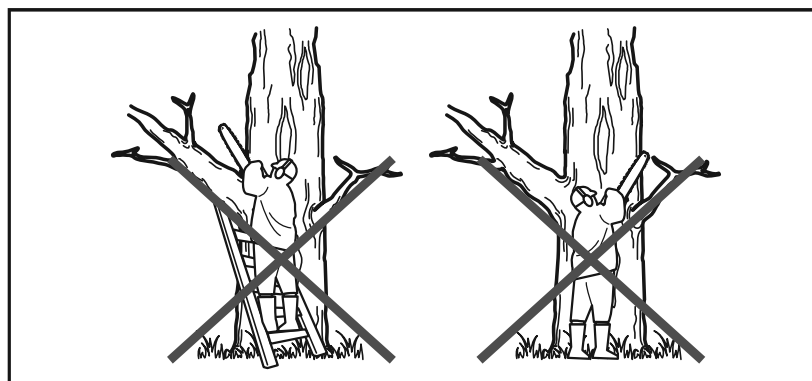

Fig. 19
- Reajuste el paragolpes con púas (5) en un punto bajo al cortar troncos gruesos tirando del producto ligeramente hacia atrás hasta que los dientes de agarre se suelten y vuelva a colocarlo en un nivel inferior para continuar serrando. No retire el producto completamente de la madera.
- No utilice el producto con los brazos completamente extendidos, no intente serrar zonas de difícil alcance ni utilice la herramienta en una escalera. No utilice nunca el producto por encima de la altura de los hombros (Fig. 19).